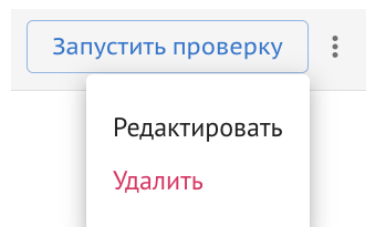

Рисунок 72. Удаление шаблона.
- 2) Нажать на три точки с правой стороны нужного шаблона (Рисунок 72);